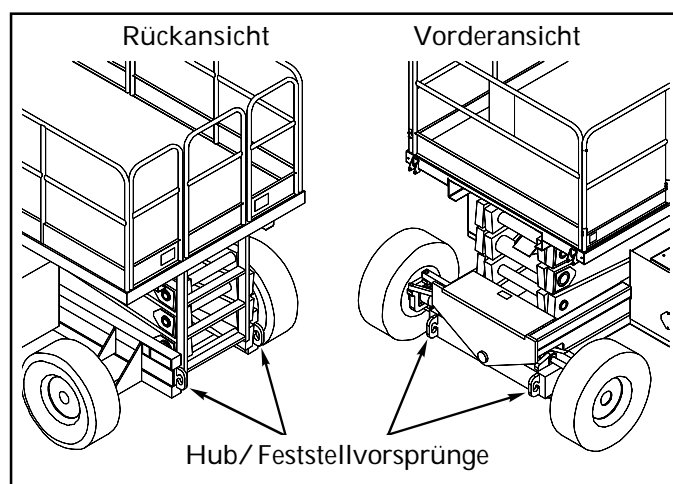

Abbildung 7: Transport der Arbeitsbühne
1. Sichern Sie das Fahrwerk mit Befestigungsriemen und nur an den Hub/ Feststellvorsprüngen (Abb.7).
2. Sichern Sie die Arbeitsbühne am Transportfahrzeug mit Ketten oder Riemen, die der Ladung entsprechen, und die Sie am Fahrwerk an den Hebe/ Feststellvorsprüngen befestigen (Abb.7).